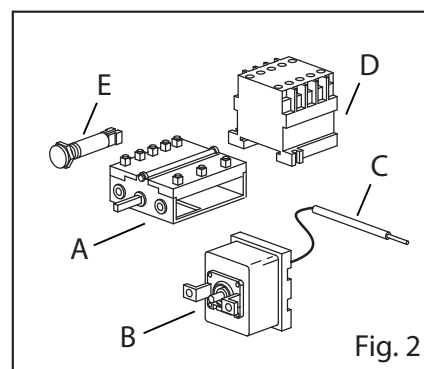
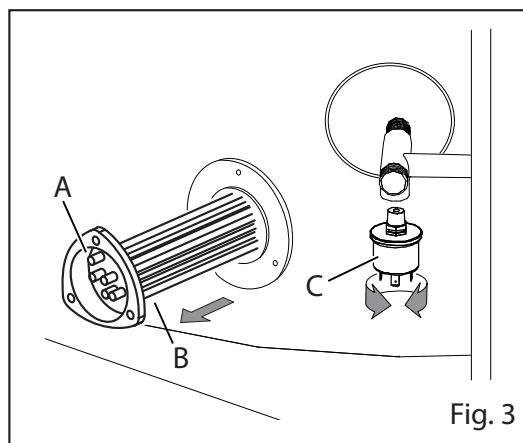

Fig. 2
Fig. 3
- Montare il nuovo commutatore (Fig. 2/A)
- Sfilare il bulbo dalla resistenza (Fig. 2/C e Fig. 3/A)
- Montare il nuovo commutatore (Fig. 2/D)
- Montare la nuova lampadina (Fig. 2/E)
- Svitare le viti di fissaggio ed estrarre la resistenza (Fig. 3/B)
- Svitare il pressostato (Fig. 3/C)